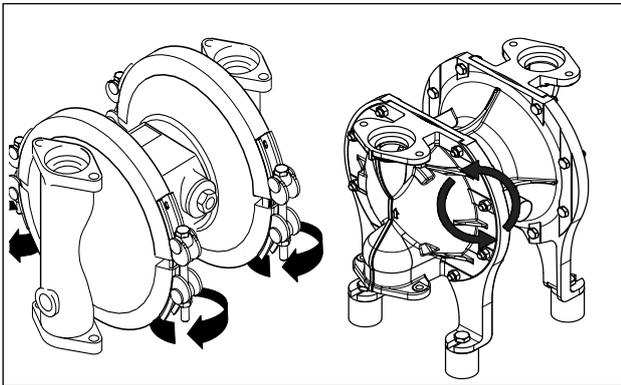

Abb. 9: Spannbänder öffnen oder Schrauben lösen (bei geschraubter Pumpenausführung).
- Spannbänder lösen (um Festsetzen der Edelstahlmutter und -bolzen zu vermeiden, ggf. ölen) (Abb. 9).